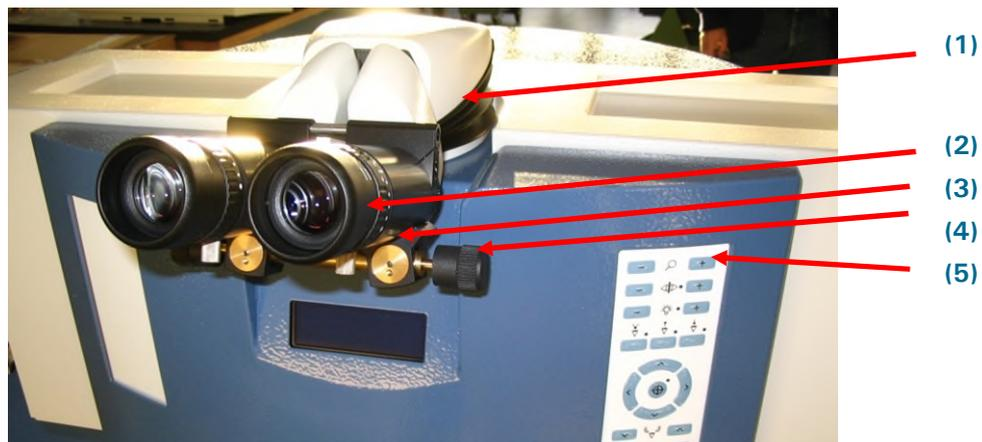

Figura 4-4: Componenti del microscopio operativo (esempio AMARIS 750S)
Il **commutatore di ingrandimento (5)** a 5 livelli ha un azionamento a motore. L'ingrandimento può essere modificato gradualmente a mano utilizzando gli appositi pulsanti <+> e <-> sul **tastierino (5)** oppure può essere controllato automaticamente dal software (vedere Figura 4-4: Componenti del microscopio operativo \(esempio AMARIS 750S\)).